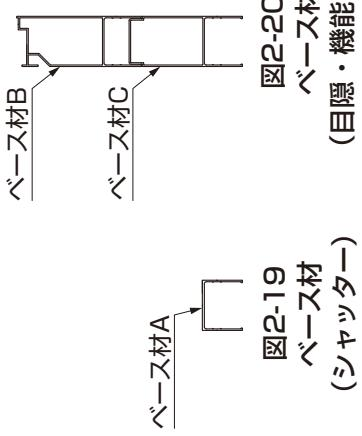
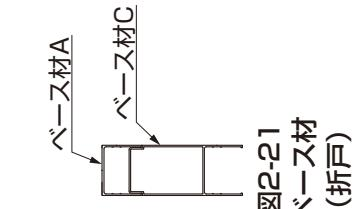
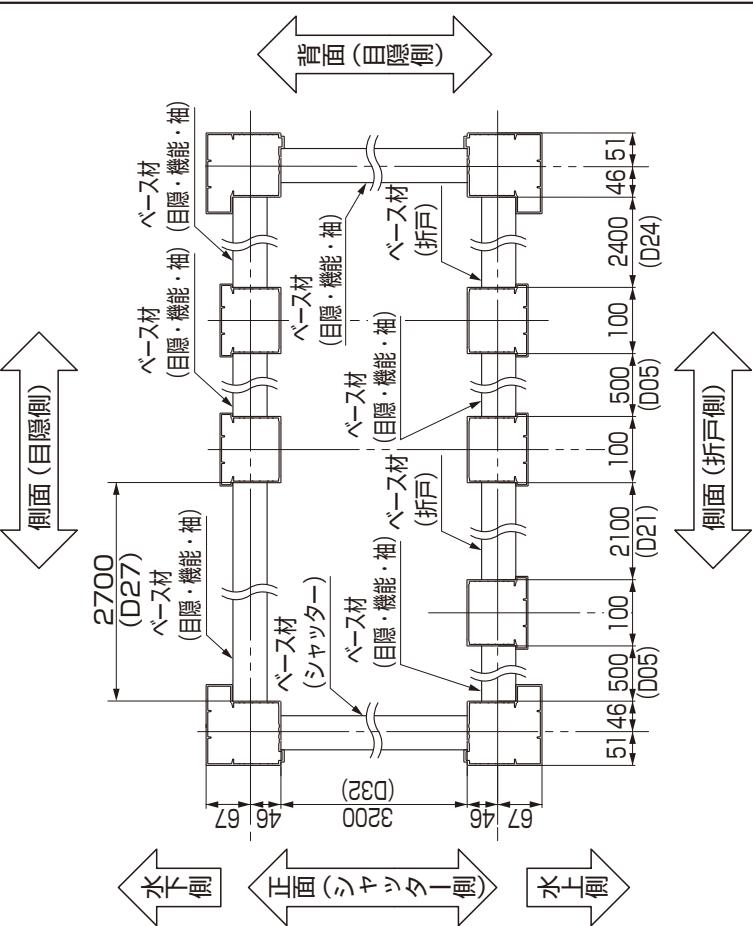

図2-19
図2-20
図2-21
(2) ベース材の配置
- ①ベース材の配置を確認してください。
- ベース材には種類があります。(図2-19、図2-20、図2-21参照)